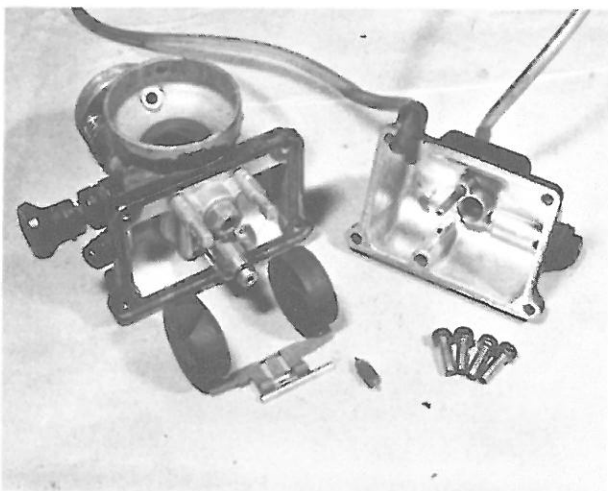

Bild 147
- Im übrigen gilt für die ebenfalls aus Spritzguss hergestellten Vergaser der gleiche Hinweis wie oben beim Kraftstoffhahn, dass nämlich jegliche Gewalt bei der Montage zum Bruch oder zu sonstiger Beschädigung der Gehäuseteile führen kann (Bild 147).